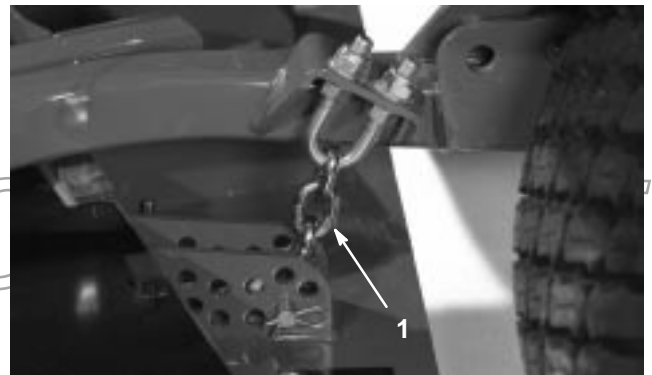

Bild 76
3. Entfernen Sie den Splint und den Lastösenbolzen, mit denen die Schnitthöheneinstellkette an der Rückseite des Mähwerks befestigt ist (Bild 76).